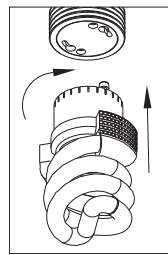
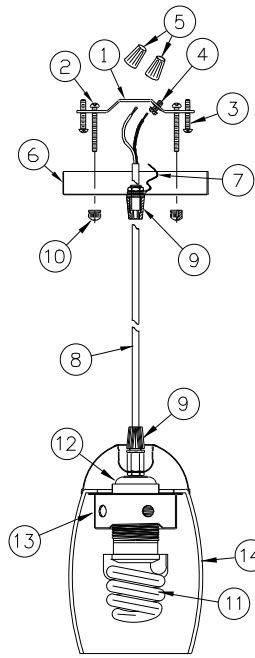

Figure 3
Figure 1
7. Use Wirenuts (3) to connect black fixture wire to the black power supply wire and white fixture wire to the white power supply wire. **See Fig. 1.**
8. Position the Canopy over the screws protruding from the crossbar and install the Ball Finials to secure the Canopy against the ceiling. **See Fig. 1.**
9. To Install Glass Shade (14), unscrew Lock Ring (13) from the Socket (12). Place Glass Diffuser (14) over the Socket (12) and reinstall the Lock Ring (13). **See Fig. 1.**
10. To install Lamp (11) insert pins into socket (12) and rotate clockwise until secure. **See Fig. 3.**
7. Use Capuchones de Alambres (3) para conectar el lambre marrón o transparente del luminario al alambre de suministro de energía negro y el alambre del luminario acanalado marrón o transparente al alambre de suministro de electricidad blanco. **Vea Fig. 1.**
8. Coloque el Espaciador de Sobrecielo sobre los tornillos que sobresalen de la barra transversal e instale los accesorios final tipo esfera para asegurar el espaciador contra el techo. **Vea Fig. 1.**
9. Desenrosque el anillo de cierre (11) del enchufe (12). Coloque la Pantalla de Cristal (14) sobre el enchufe (12) e reinstale el anillo de cierre (11).
10. Para Instalar la lámpara (10) – inserte las clavijas en la base del enchufe (12) y gire hacia su derecha hasta que quede segura. **Vea Fig. 3.**